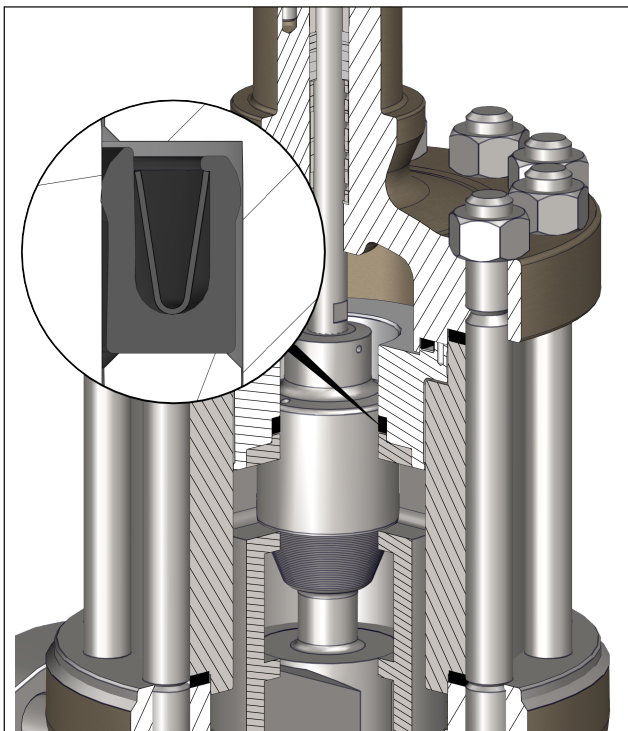

Bild 25: Ausrichtung der DE-Dichtung (45) bei Durchflussrichtung FTO (Flow to Open)
10. Neue DE-Dichtung (45) am Zylinder (463) einsetzen. Dabei die korrekte Ausrichtung der Dichtung beachten, vgl. Bild 25.
11. Zylinder (463) mit DE-Dichtung (45) über die Kegelstange (36) in das Zwischenstück (22) einsetzen bis er am Kegel (5) und am Zwischenstück (22) aufliegt. Dafür Sonderwerkzeug verwenden.
12. Neue Spiraldichtringe (17, 126) oben am Zwischenstück (22) und am Zylinder (463) einlegen.
13. Ventiloberenteil (2) anbauen, vgl. Abschnitt „b) Standardoberteil anbauen“ in Kap. 9.4.1.